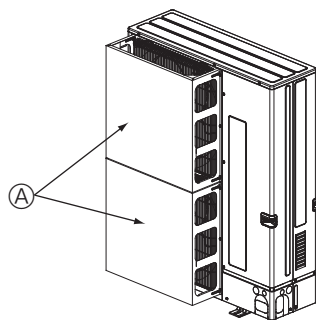

Fig. 2-5
- ② Si la unidad está situada en un lugar expuesto a vientos fuertes (como huracanes, etc.) que puedan entrar en la salida de aire, coloque una guía de protección de aire opcional. (Fig. 2-5)